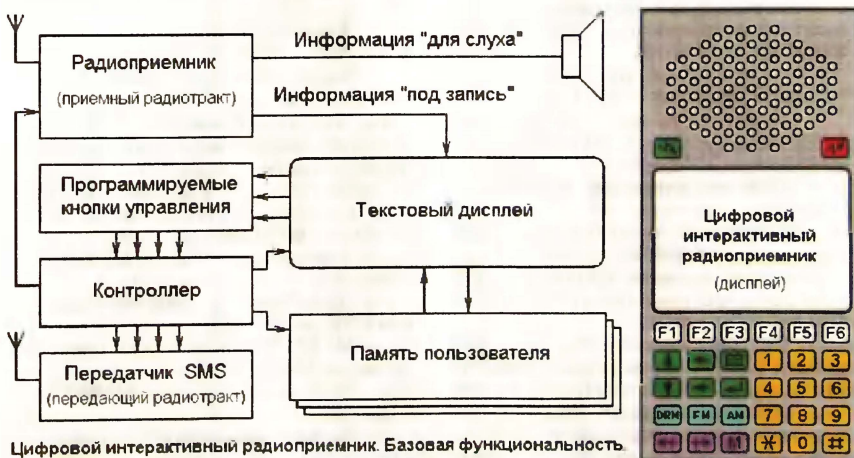

Рис. 1
**Радиоприемник.** Во-первых, он должен иметь в своем составе (рис. 1) приемный вещательный радиотракт (в настоящее время его более рационально делать аналоговым с ФАПЧ, поскольку около 70 % производительности цифрового сигнального процессора расходуется на автоподстройку и демодуляцию, а это большое энергопотребление, которое невозможно обеспечить в переносных, и тем более карманных конструкциях). Во-вторых, сигнальный процессор декодирования DRM последовательности с оконным УМЗЧ, а также контроллер с дисплеем и пользовательской памятью на несколько (десятков, сотен, тысяч?) страниц принятого текста с памятью для хранения частотного расписания радиостанций,
Вариант функциональных кнопок интерактивного DRM приемника (рис. 1).